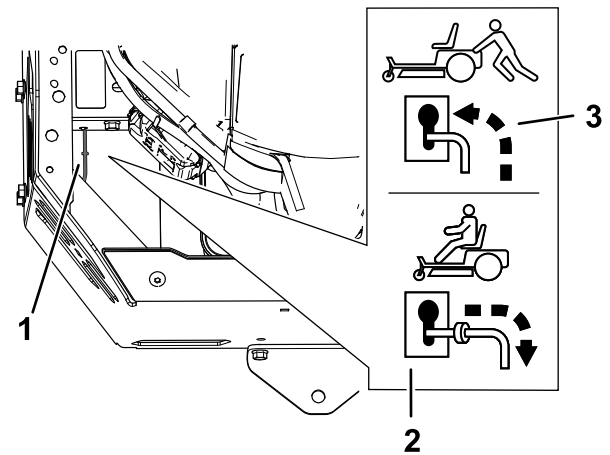

Figure 37
4. Déplacez les leviers de dérivation en avant à travers le trou de clavette et vers le bas pour les verrouiller en position (Figure 37).
Déplacez les leviers de dérivation en arrière à travers le trou de clavette et vers le bas pour les verrouiller en position, comme montré à la Figure 37.